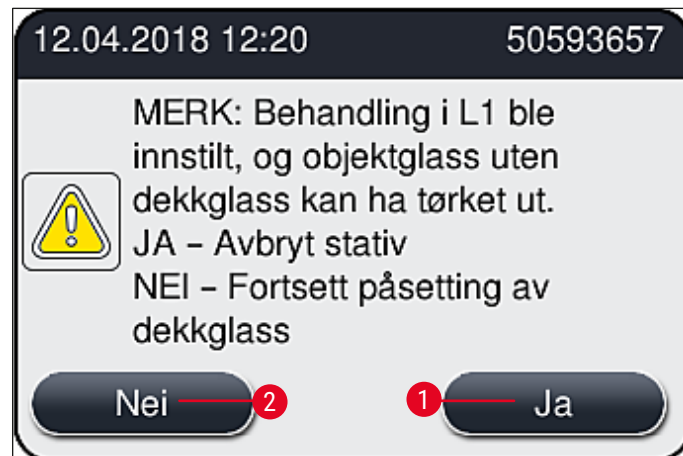

Fig. 113
9. Apparatprogramvaren utfører en skanning av påfyllingsnivået. Brukeren mottar en informasjonsmelding når kontrollen er ferdig (→ Fig. 113).